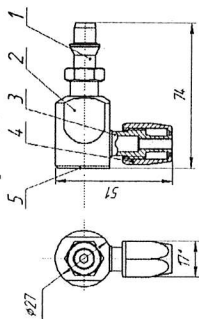

Рисунок 1 Штуцер S
1.5 Общий вид, габаритные и присоединительные размеры приведены в мм смотри рис. 1 и 2.
Штуцер S (рис.1) имеет ниппель (1) газоспецифический для каждого вида медицинского газа или вакуума, предназначенный для введения в розетку (в её ловитель), ручку (2), штуцер (3) и гайку (4), которые для герметичного присоединения гибкого армированного шланга сечением $\varnothing 10,5 \times 2,5$ мм имеют диаметр, толщина стенки) медицинских приборов и аппаратов.
4.4 На штуцер штуцера (3 - рис.1) одеть гибкий армированный шланг подключаемых медицинских приборов и зафиксировать его гайкой (4 - рис.1).